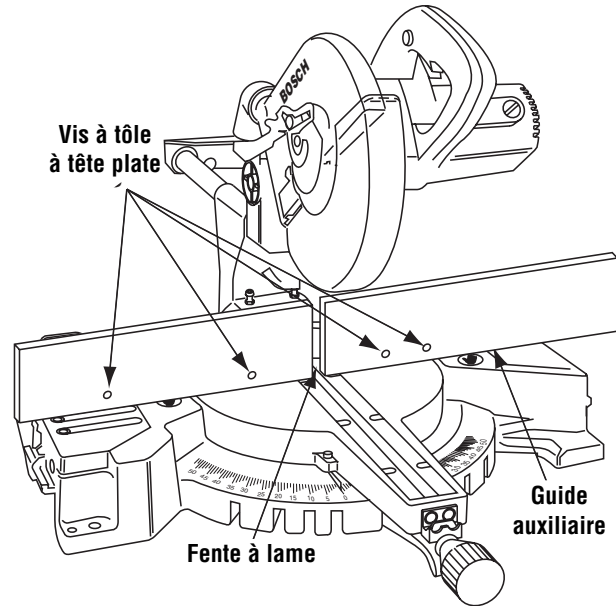

Figure 23. Guide auxiliaire
1. Placez une pièce de bois contre le guide de la scie à onglet (Figure 23). (Le bois peut avoir une hauteur maximum de 3 1/4 po.). Assurez-vous que la tête ne gêne pas le guide auxiliaire.
4. Fixez le guide auxiliaire à l'aide de tres (3) vis à tôle à tête plate. Pratiquez une coupe de profondeur normale pour créer la fente à lame. Vérifiez s'il y a interférence entre le guide auxiliaire et le protecteur inférieur de lame. Faites des ajustements au besoin.